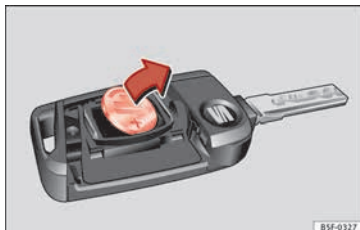

Abb. 119 Fahrzeugschlüssel: Batterie herausnehmen.
- Batterie mit einem geeigneten dünnen Gegenstand aus dem Batteriefach heraushebeln »» **Abb. 119**.
- Neue Batterie wie gezeigt ansetzen »» **Abb. 119** und entgegen der Pfeilrichtung in das Batteriefach drücken »» ❷.